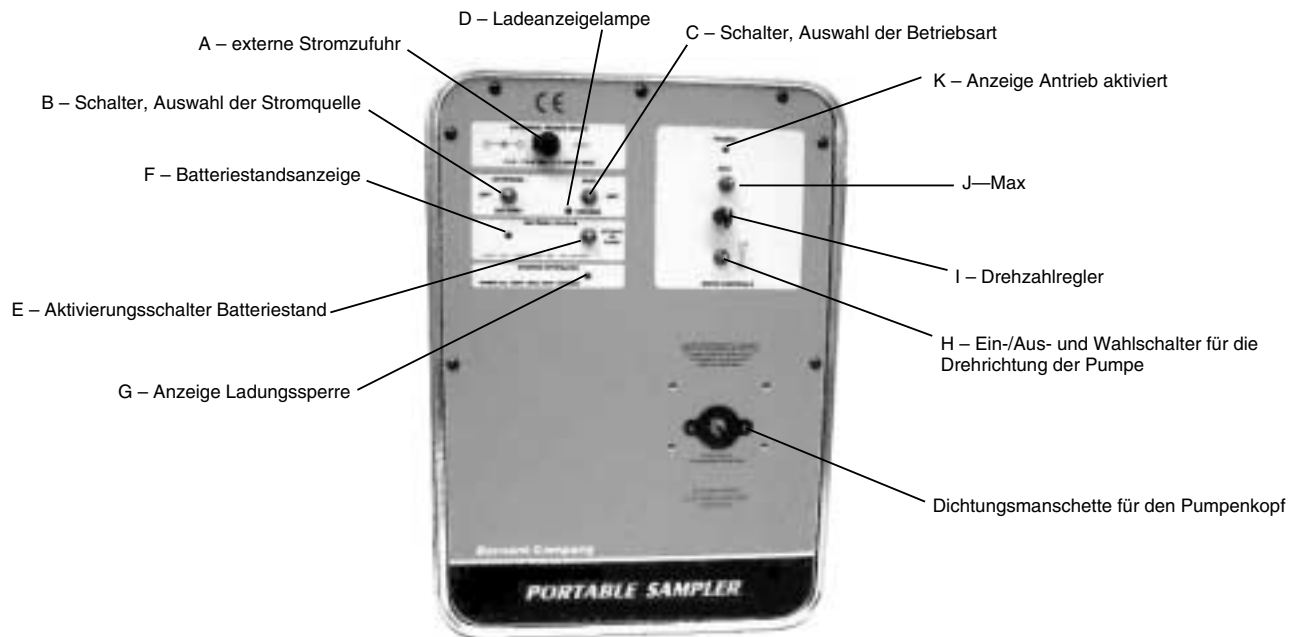

ABBILDUNG 1 BEDIENFELD
- A. Die mitgelieferte Wechselstrom-Gleichstromversorgung mit Umrichter an den Antrieb anschließen. Hierzu die Abdeckung für die Steckbuchse **EXTERNAL POWER INPUT (EXTERNE STROMZUFUHR) (A)** anheben und den 2,5 mm Koaxialnetzsteckverbinder in die Buchse stecken. (Siehe Abbildung 1.)
- Mit dem **Ein-/Aus- und Wahlschalter für die Pumpendrehrichtung (H)** entweder **IM UHRZEIGERSINN** (Rechtspfeil) oder **ENTGEGEN DEM UHRZEIGERSINN** (Linkspfeil) wählen. (Siehe Abbildung 1.) (Bei einem Richtungswechsel erst den Strom abschalten, d.h. den Wahlschalter für die Drehrichtung auf die mittlere, bzw. **OFF- (Aus)** Stellung stellen.)
- Die **Durchflussrate der Pumpe** mit dem 1-Gang-**Drehzahlregler (I)** einstellen. Zur Erhöhung der Durchflussrate den Knopf **IM UHRZEIGERSINN** drehen, zur Verringerung der Durchflussrate den Knopf **ENTGEGEN DEM UHRZEIGERSINN** drehen.
- Die mitgelieferte Wechselstrom-Gleichstromversorgung mit Umrichter an den Antrieb anschließen. Hierzu die Abdeckung für die Steckbuchse **EXTERNAL POWER INPUT (EXTERNE STROMZUFUHR) (A)** anheben und den 2,5 mm Koaxialnetzsteckverbinder in die Buchse stecken. (Siehe Abbildung 1.)
- Mit dem Ein-/Aus- und Wahlschalter für die Pumpendrehrichtung **(H)** entweder **IM UHRZEIGERSINN** (Rechtspfeil) oder **ENTGEGEN DEM UHRZEIGERSINN** (Linkspfeil) wählen. (Siehe Abbildung 1.) (Bei einem Richtungswechsel erst den Strom abschalten, d.h. den Wahlschalter für die Drehrichtung auf die mittlere, bzw. **OFF-** (Aus) Stellung stellen.)